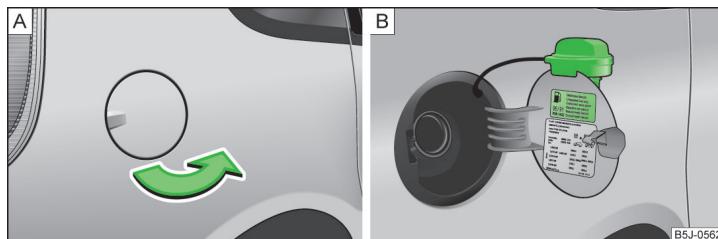

Fig. 131 Apertura dello sportello del serbatoio / chiusura del serbatoio
Sul lato interno dello sportello del serbatoio è riportato il carburante idoneo per il veicolo » fig. 131 a pagina 148 - B.
- Aprire manualmente lo sportello del serbatoio » fig. 131 - A.
- Ruotare completamente verso sinistra il tappo del serbatoio e inserirlo dall'alto sullo sportello del serbatoio » fig. 131 - B.